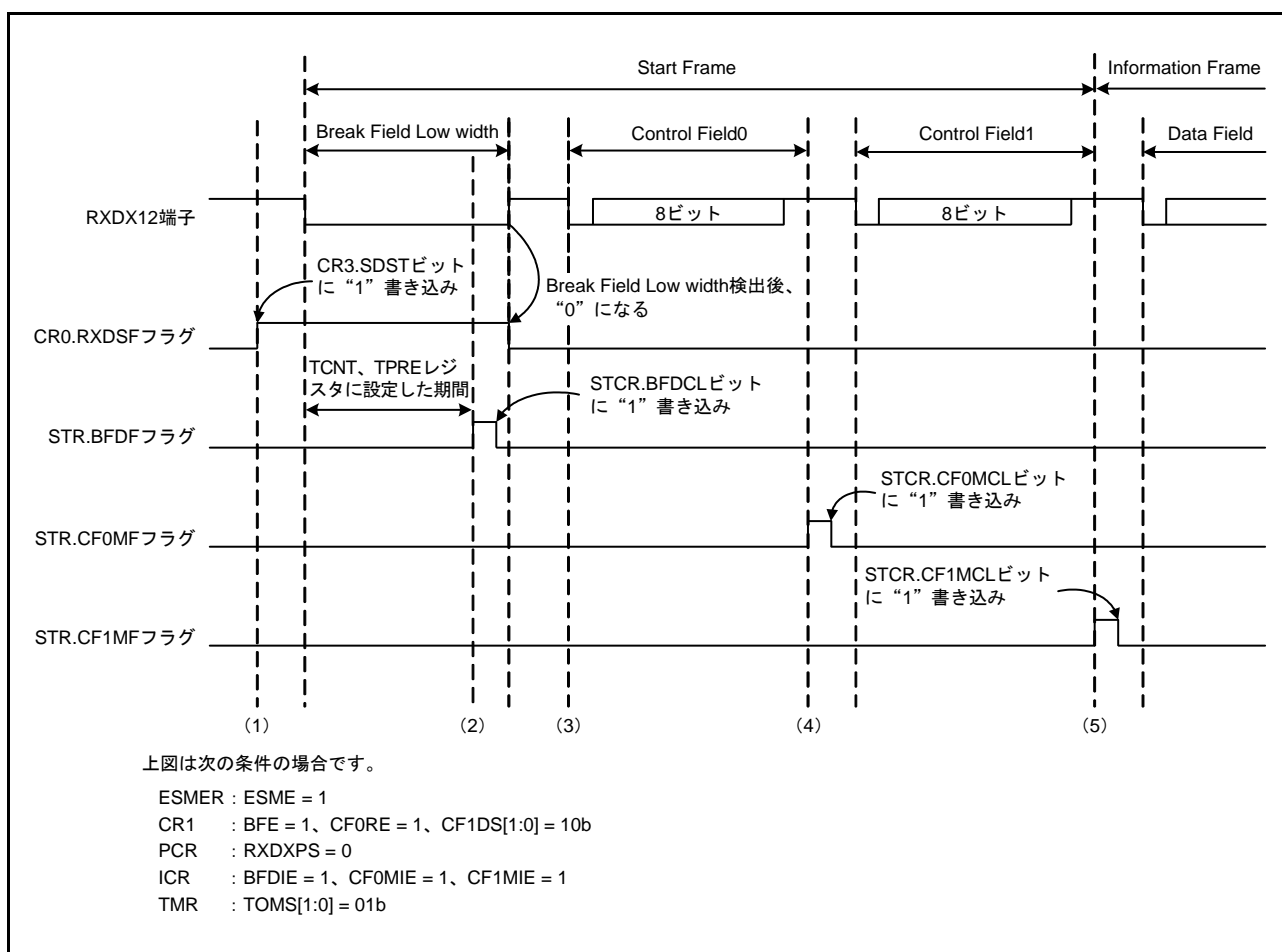
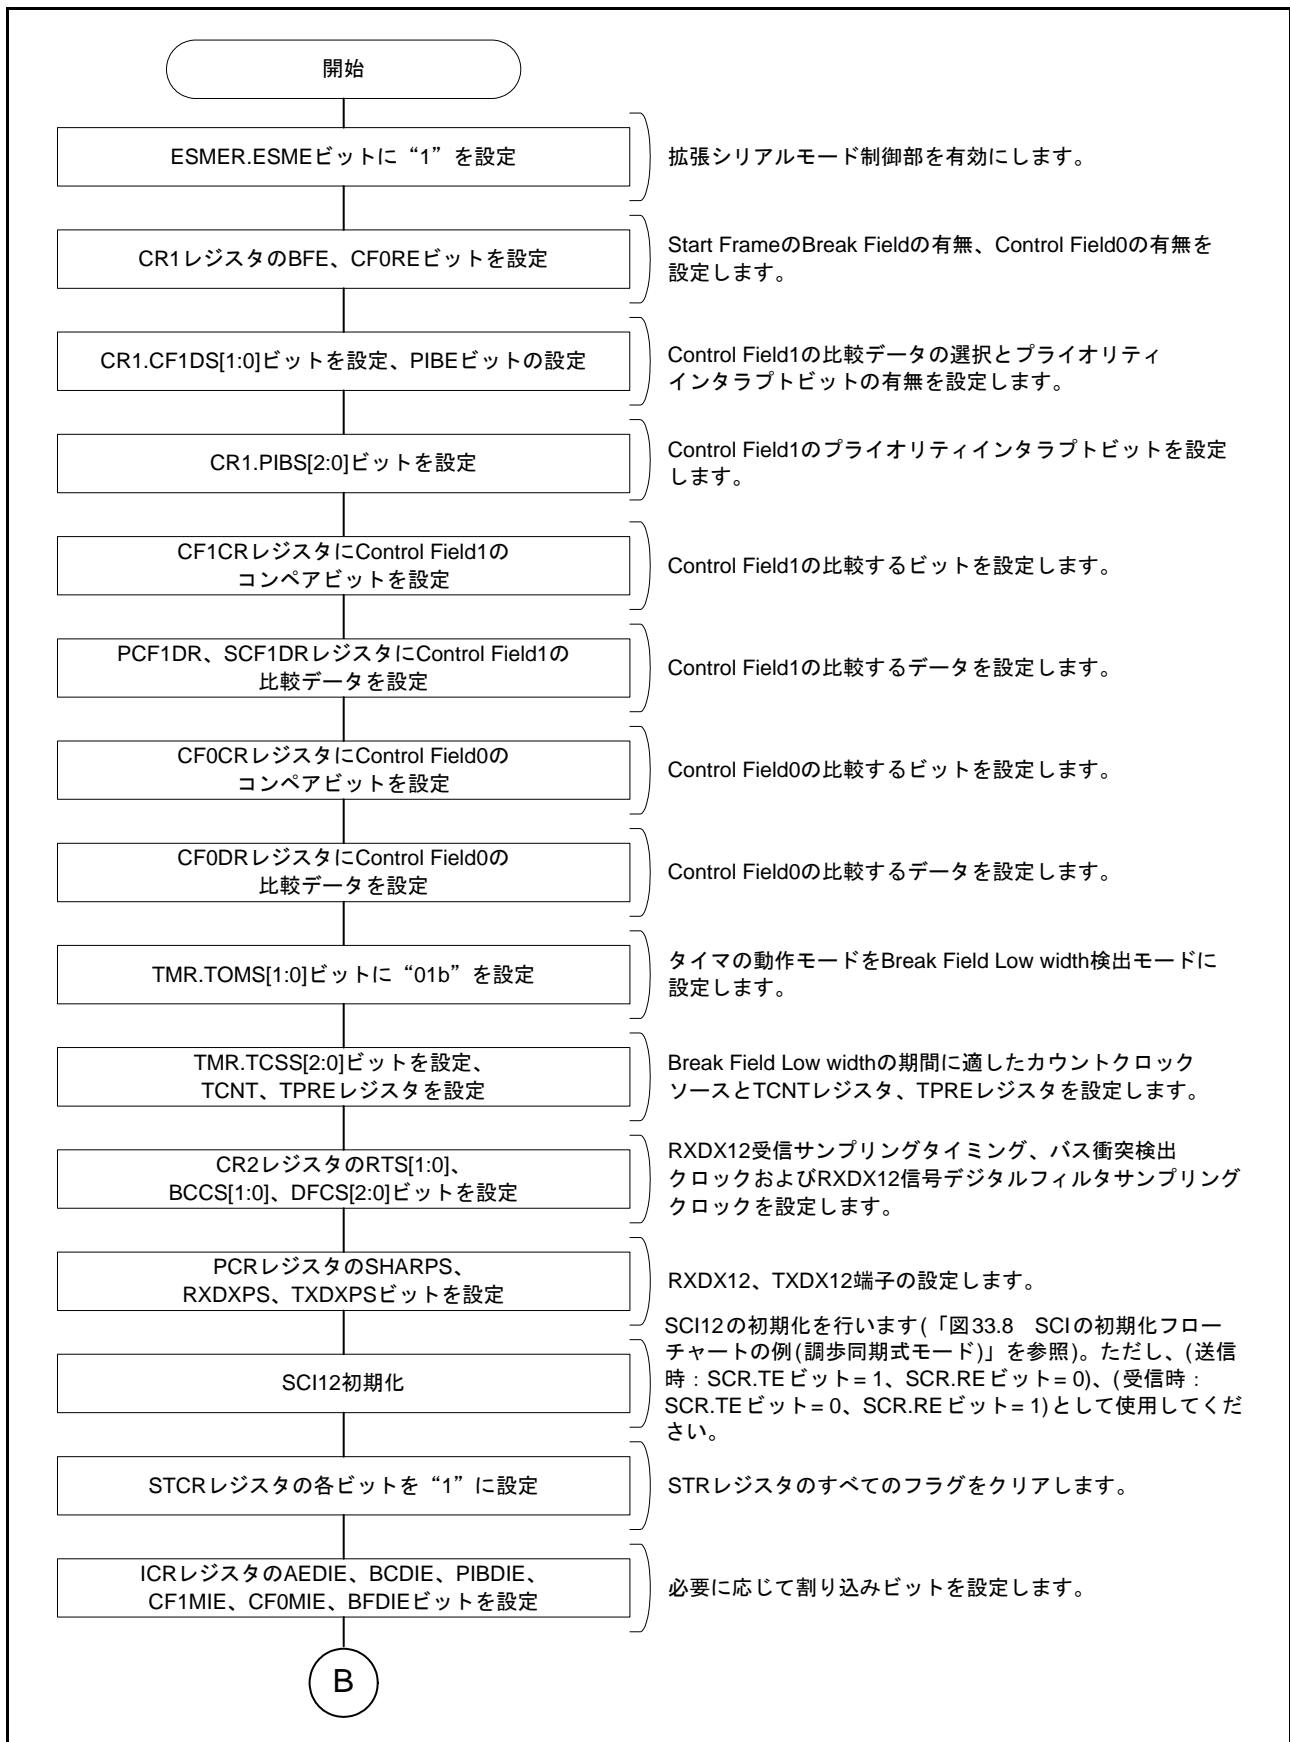
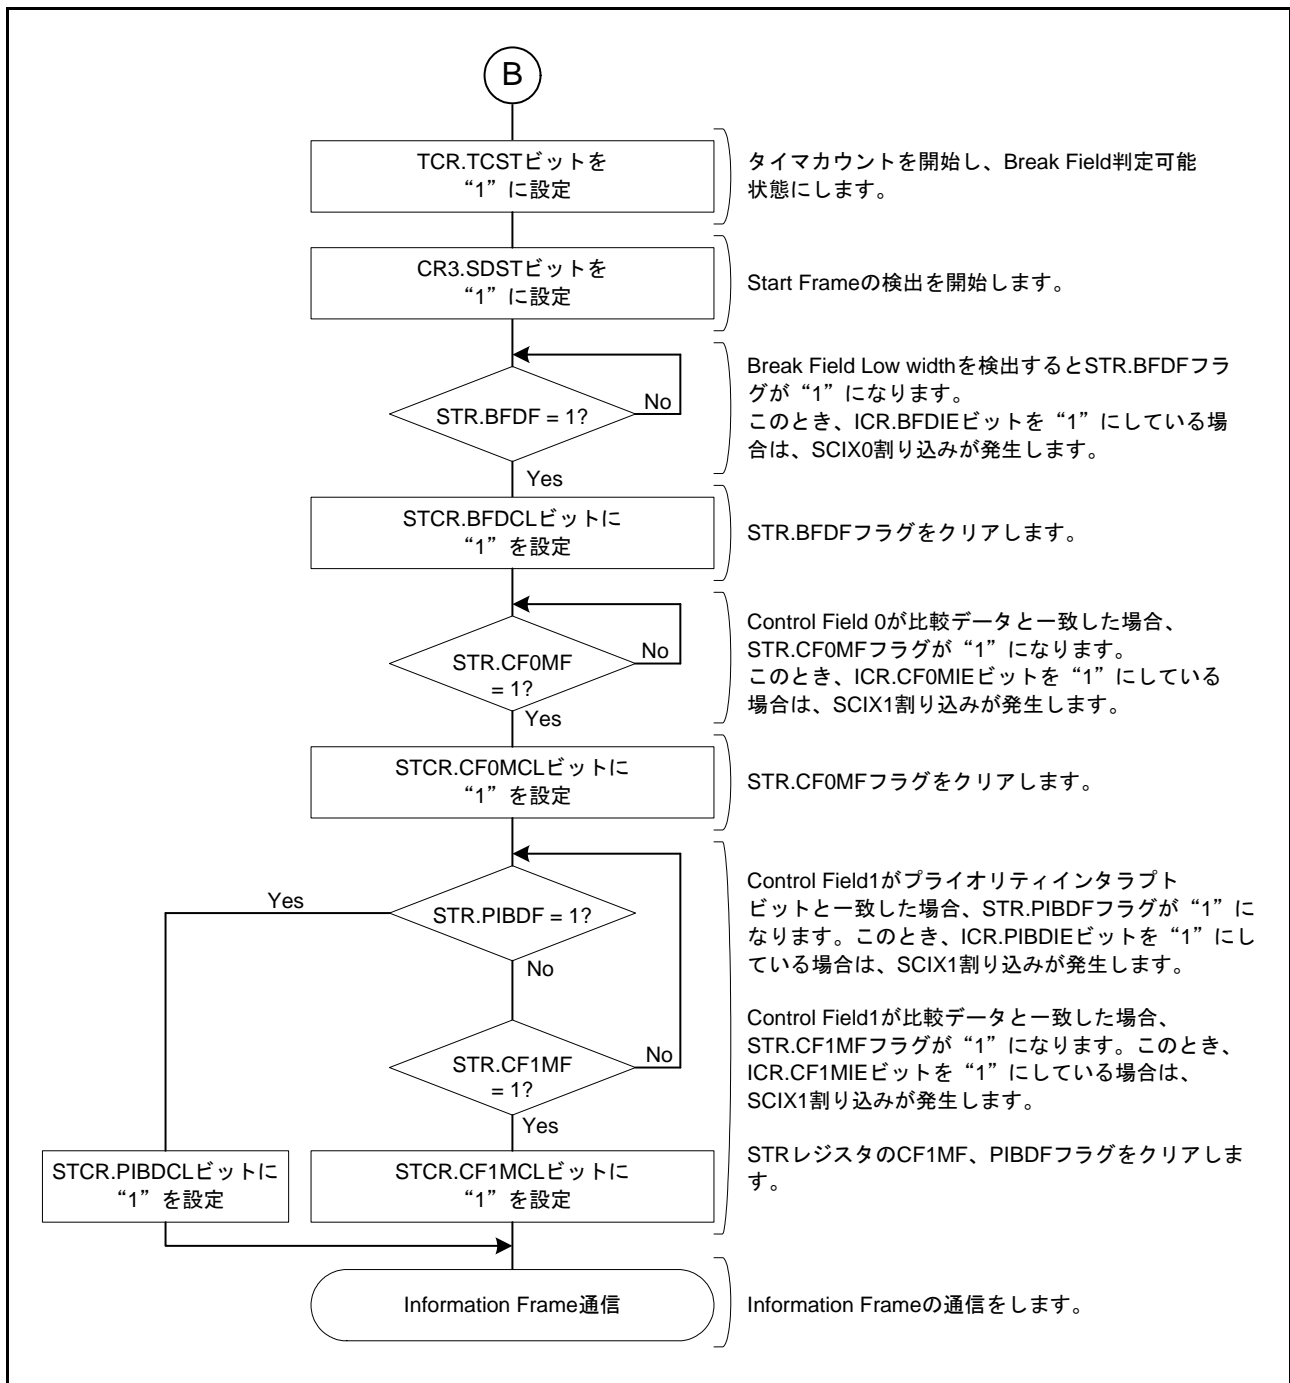
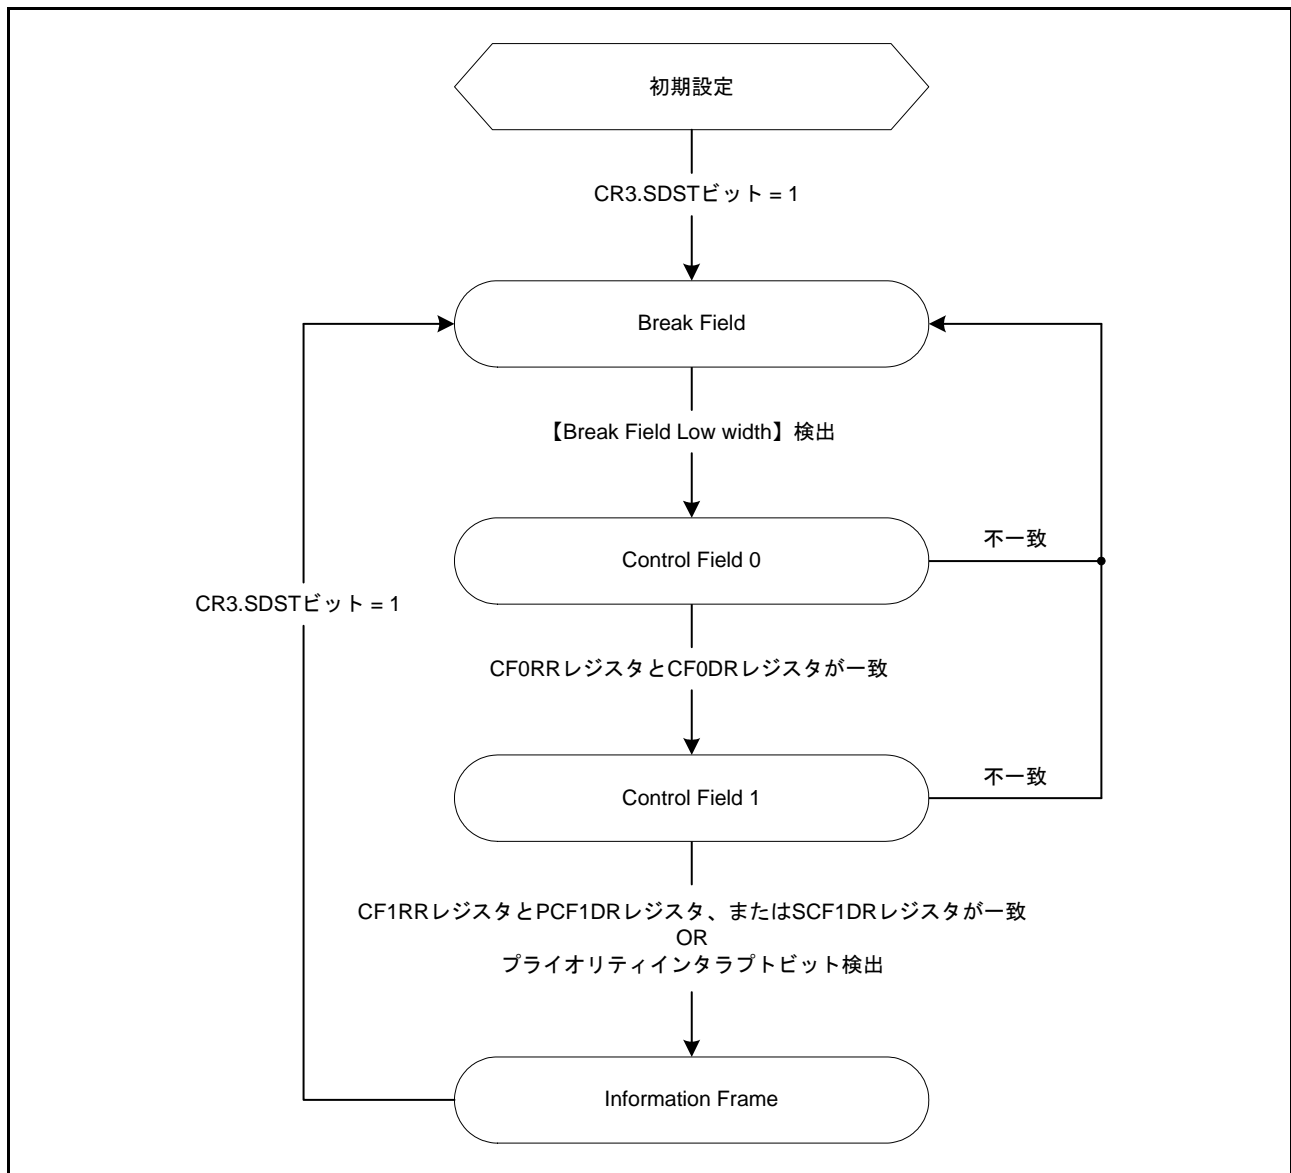

図 33.64 Start Frame 受信時の動作例
図 33.65 Start Frame 受信フローチャート例 (1)
図 33.66 Start Frame 受信フローチャート例 (2)
図 33.67 Start Frame 受信時の状態遷移図
図 33.64 に Break Field Low width、Control Field 0 および Control Field 1 で構成される Start Frame の受信時の動作例を示します。また、図 33.65、図 33.66 に Start Frame の受信を行うためのフローチャート、図 33.67 に Start Frame 受信時の状態遷移図を示します。
(1)～(4)は図 33.64 の Start Frame 受信時の動作例 (1)～(4)と同様になります。
(5) CR1.PIBS[2:0] ビットで指定したビットの値が PCF1DR レジスタに設定した値と一致した場合、STR.PIBDF フラグが“1”になります。また、ICR.PIBDIE ビットを“1”にしている場合は、SCIX1 割り込みが発生します。その後、Information Frame の通信を行います。Control Field 1 で受信したデータが PCF1DR レジスタまたは SCF1DR レジスタに設定したデータのどちらとも一致せず、プライオリティインタラプトビットも検出しない場合は、Break Field Low width 検出前の状態に遷移します。